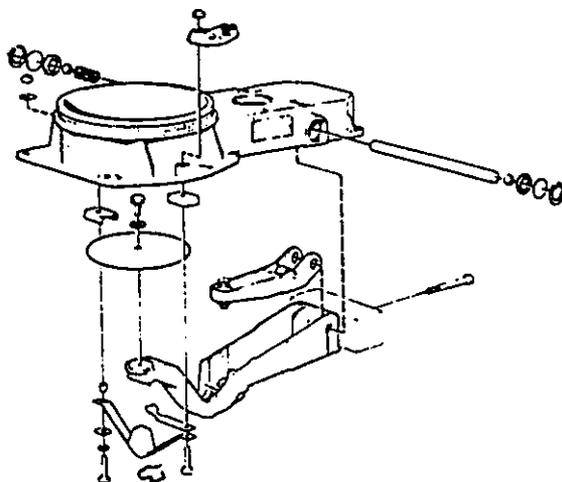

FIG. 5.2 SENSOR DE FLUJO DE AIRE.
**Sensor de flujo de aire (AF) (Fig. 5.2).**- Este sensor consiste en un plato o paleta localizado en el venturi; que se levanta por la presión del aire que entra al motor. Mientras más aire entra, más se levanta la paleta, la cual está conectada al émbolo de control en el distribuidor de gasolina.